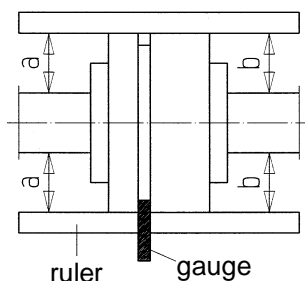

Рис. 4: Центровка с помощью линейки (ruler) и щупа (gauge)
- ЦЕНТРОВКА СЧИТАЕТСЯ ПРАВИЛЬНОЙ при сохранении одинакового расстояния от линейки, положенной по оси сверх обеих полумуфт, до каждого из валов при повороте тех на любой угол; также, при независимом повороте полумуфт на различные углы, зазор между их концами, измеряемый щупом или цифровым указателем, должен оставаться неизменным см. Рис. 4 и 5.